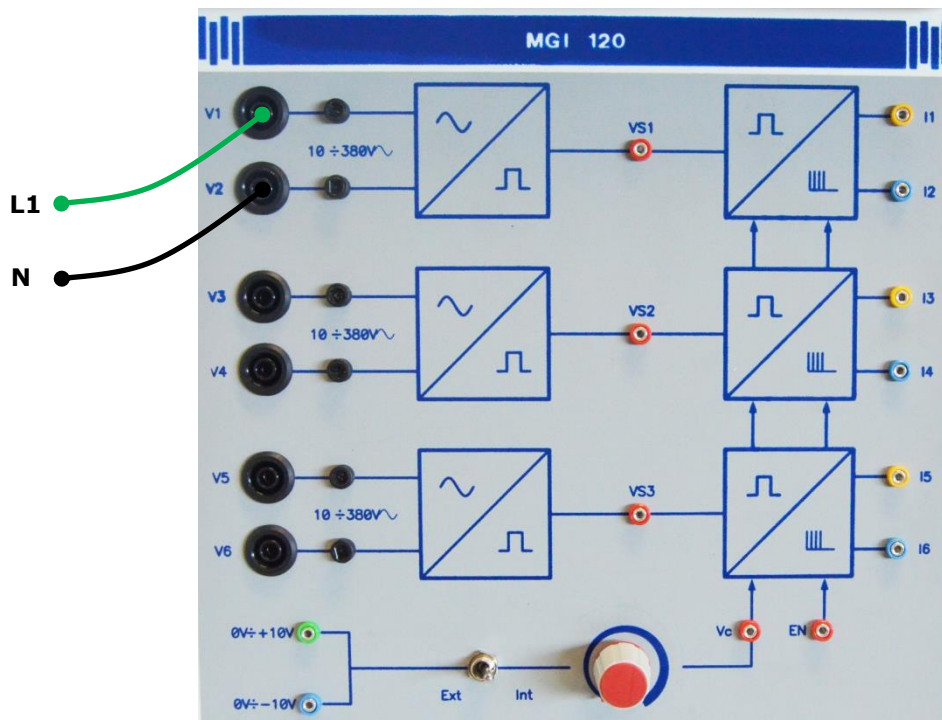

Figura 5 – Módulo MGI120
Nas bancadas do laboratório o circuito que gera os impulsos de disparo dos tirístores está implementado no módulo MGI120 (Figura 5). Este módulo, que se baseia no circuito integrado TCA785, é composto por 3 blocos idênticos constituídos por:
- Efetue as ligações de acordo com a Figura 5, na qual se usa uma das fases (L1) como tensão de sincronismo.